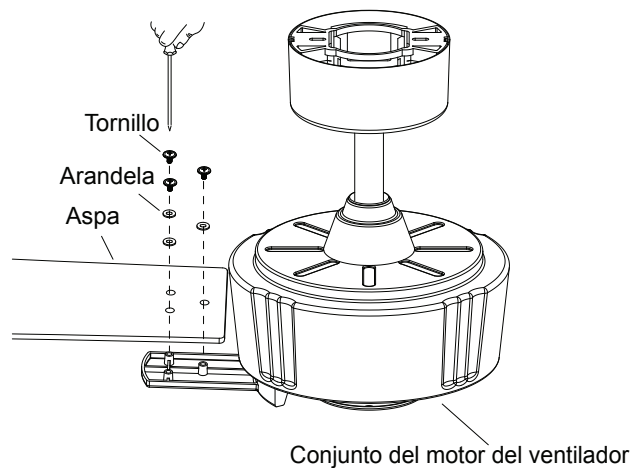

Fig. 17
**Paso 1.** Alinea los orificios del aspa y la arandela con los orificios de los brazos del aspa y asegure el aspa en su lugar con los tornillos proporcionados. (Fig. 17)